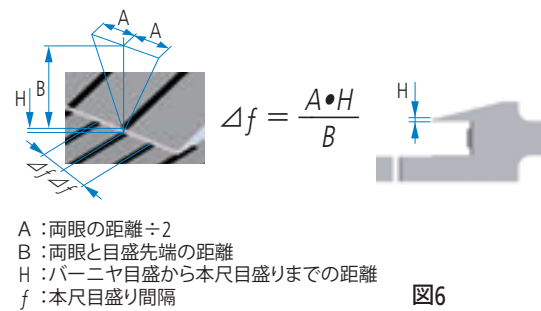

図6
- 目盛の読取りは、正面に視線を置いて視差に注意してください。（図6）